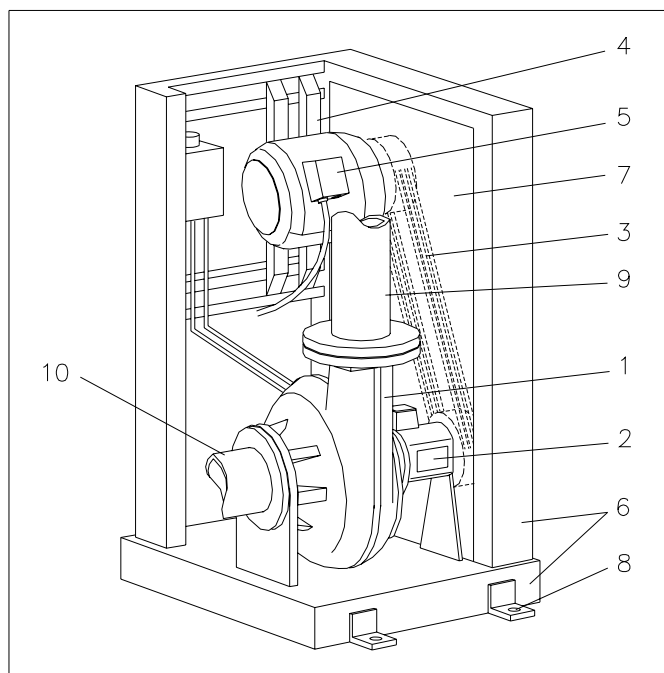

Fig. 7.7
V-snaar aandrijving met hoog geplaatste motor en frame (zie fig.7.7).
- de voet wordt verankerd aan de fundatie d.m.v. de 4 bevestigingsbouten, zie fig. 7.7 pos. 8.